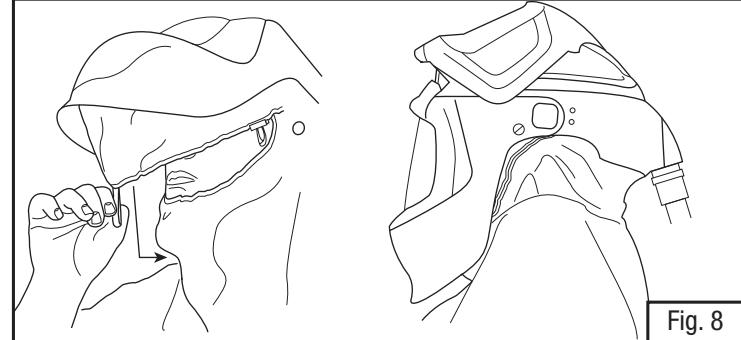

Fig. 8
- a. Tirer la boucle située à l'extérieur de la membrane d'étanchéité faciale vers le bas de manière à placer la membrane sous le menton, par-dessus le protecteur complet pour le cou. En gardant l'écran interne abaissé, s'assurer que le périmètre de la membrane d'étanchéité faciale a été tiré vers le bas et positionné par-dessus le protecteur, afin de protéger toute surface cutanée des étincelles, des projections et du rayonnement (Fig. 8).